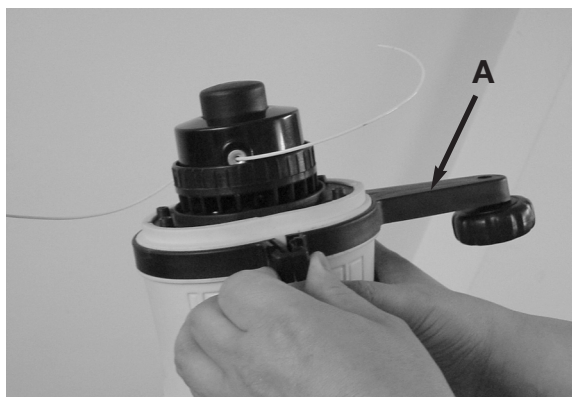

Fig. 1
1. Coloque la rueda guía de reborde (A) al frente de la carcasa del motor como e muestra en la Fig. 1.